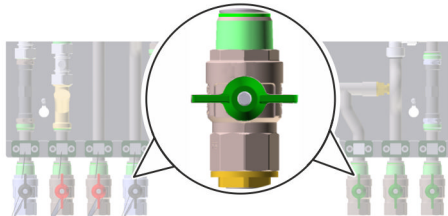

Abb. 53: Kugelhähne schließen
- 1.** → Alle Kugelhähne (Abb. 53) am Frischwarmwassermodul schließen.